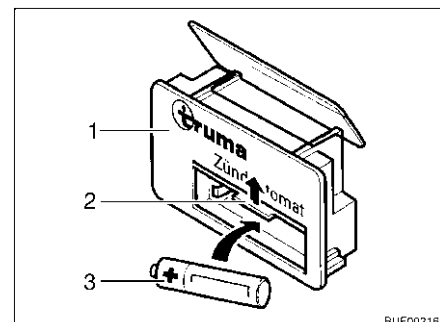

Fig. 138 Dispositivo di accensione
- Spingere la copertura (Fig. 138,2) del vano batteria sul dispositivo di accensione (Fig. 138,1) verso l'alto.
- Inserire una nuova batteria (Fig. 138,3) dello stesso tipo nel vano batteria del dispositivo di accensione rispettando la polarità (+/-). Utilizzare soltanto batterie Mignon resistenti alle alte temperature (+70 °C) e sicure da perdite.